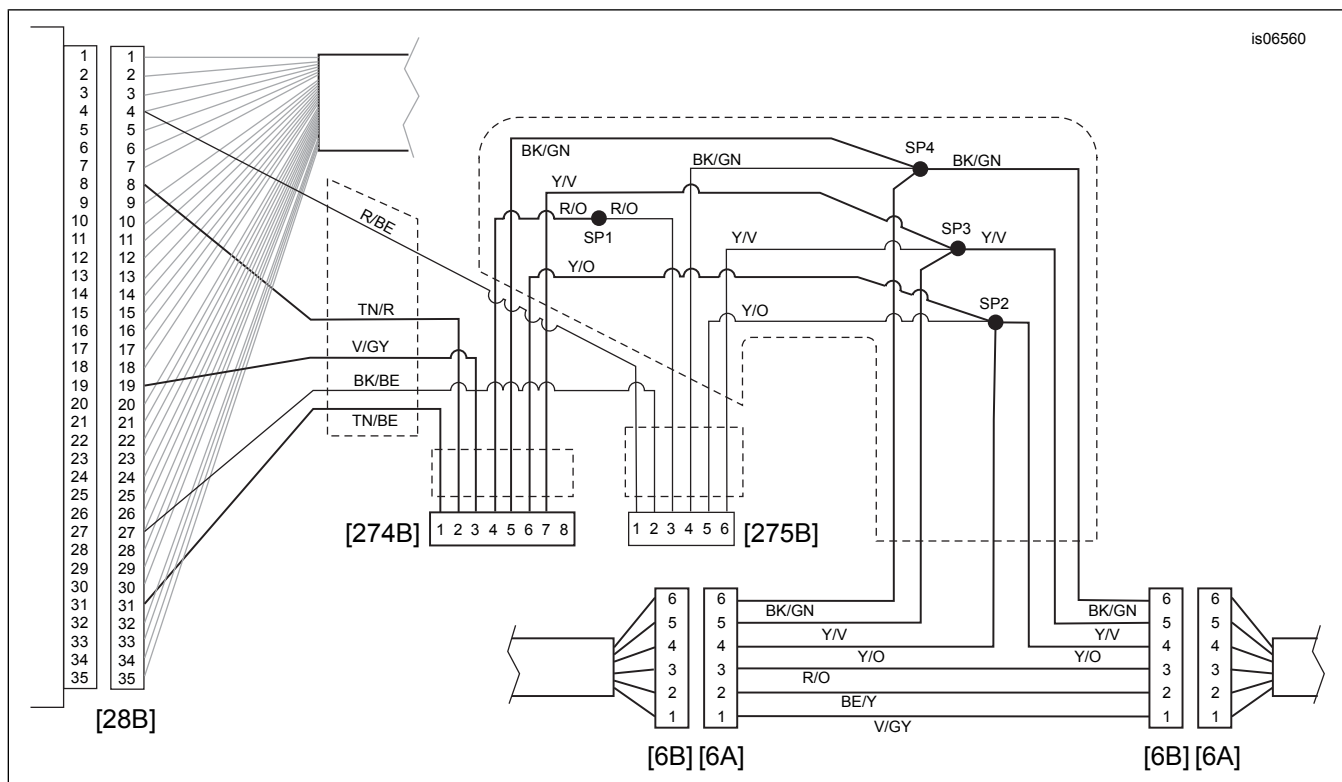
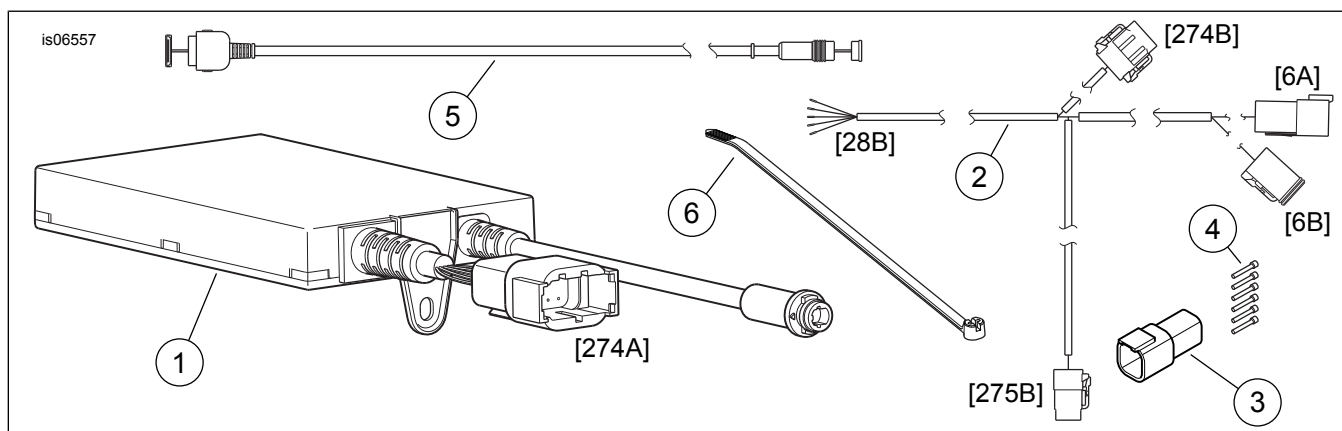

Figure 3. Schéma de câblage, module d'interface iPod/navigation
Figure 4. Pièces détachées, module d'interface iPod
Voir Figure 4 et Tableau 1.
3. **Modèles SANS connecteur à 35 fiches à l'arrière de la radio** : Prendre le kit de connecteur (n° de pièce 69200033, vendu séparément) et installer les bornes de fil et les bouchons étanches selon les instructions de ce kit. **Modèles AVEC connecteur à 35 fiches à l'arrière de la radio** : Voir Figure 3 et Figure 4. Débrancher le connecteur à 35 fiches [28B] de l'arrière de la radio. Suivre les instructions de l'annexe du manuel d'entretien pour retirer les goupilles étanches des cavités 8, 19 et 31. Introduire trois des fils à terminaison du faisceau iPod/NIM dans le connecteur [28B] comme suit :